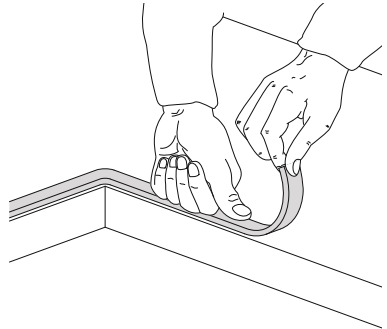

Fig. 4 : mise en place de la garniture isolante
- Positionner soigneusement la garniture isolante fournie en dotation sur le périmètre externe de l'ouverture effectuée sur la partie supérieure en essayant de la faire adhérer sur toute la surface avec une légère pression des mains [Fig. 4].